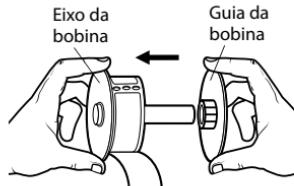

Figura 7
- 4 Segure o eixo da bobina na mão esquerda e coloque o rolo de etiquetas no eixo, de modo que as etiquetas sejam alimentadas a partir da parte inferior e a borda esquerda do rolo esteja firme na lateral da bobina. Consulte Figura 7.